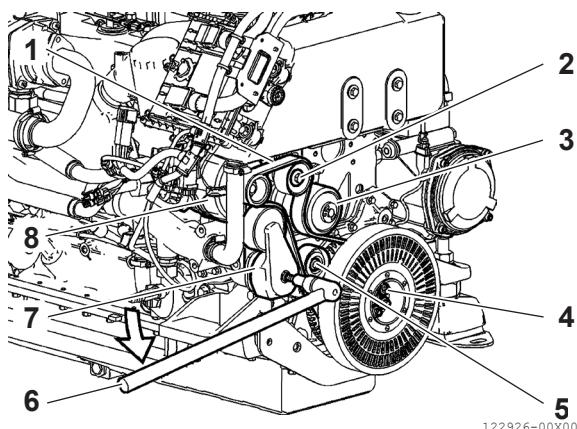

Figura 20
2. Retire la correa (Figura 20 [1]) accionando el tensor automático de la correa (Figura 20 [7]) con la herramienta indicada (Figura 20 [6]) desde el alternador (Figura 20 [8]), la bomba de agua (Figura 20 [3]), las poleas (Figura 20 [2]) y (Figura 20 [5]), y la polea del cigüeñal (Figura 20 [4]).
5. Utilice la herramienta indicada (Figura 20 [6]) en el tensor automático de la correa (Figura 20 [7]) para colocar la nueva correa en posición de funcionamiento.
6. No se requieren ajustes adicionales. La tensión de la correa se ajusta automáticamente mediante el muelle calibrado del tensor automático de la correa (Figura 20 [7]).